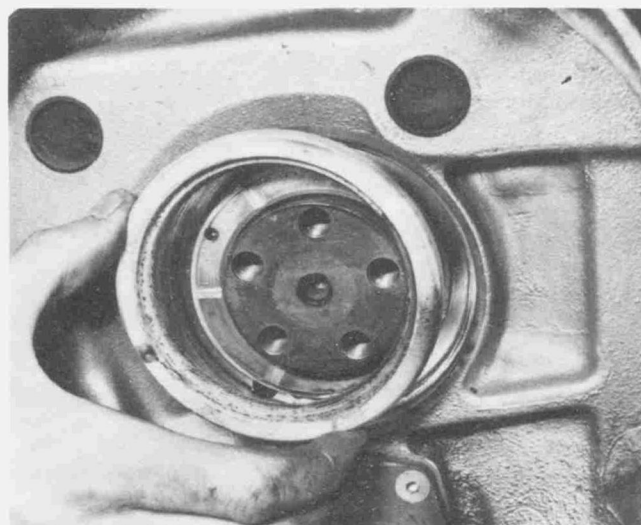

Bild 51
- Den hinteren Radialdichtring sorgfältig herausheben. Die offene Seite (Schlauchfeder) des Dichtungs zeigt zur Kurbelwelle (Bild 51).